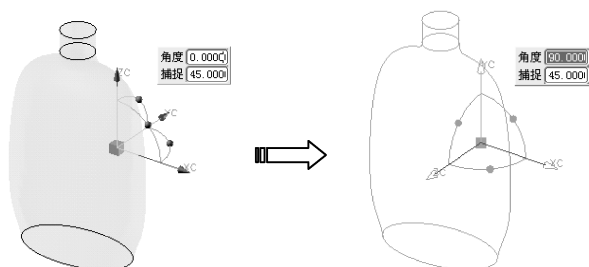

图 5-64 旋转工作坐标系
- 选中 YC-ZC 平面上的旋转柄，然后在浮动文本框内输入角度值为 90，按下【Enter】键，工作坐标系绕 XC 轴旋转，如图 5-64 所示。